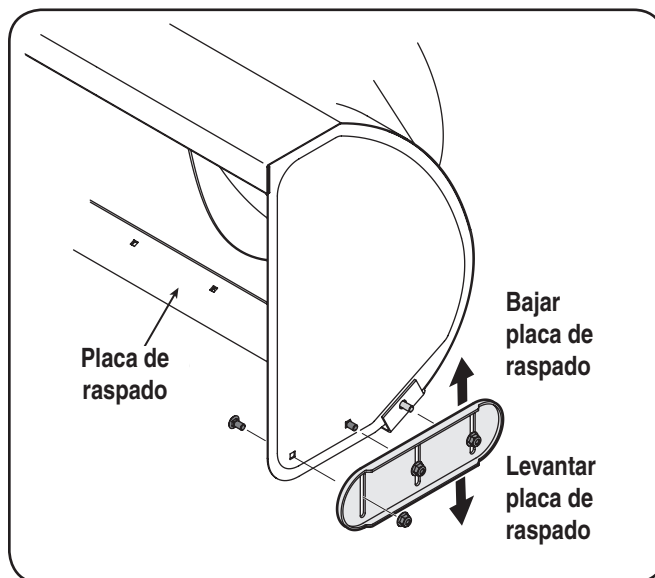

Figura 3-8
1. Retire las cuatro tuercas de brida (dos a cada lado) y los pernos. Coloque la deriva de corte en posición vertical y segura de nuevo. Véase la Figura 3-8.
1. Ajuste las zapatillas antideslizantes aflojando las seis tuercas hexagonales (tres a cada lado), las arandelas y los pernos del carro que sujetan las zapatillas antideslizantes a la caja de la barrena. Vea la Figura 3-8.